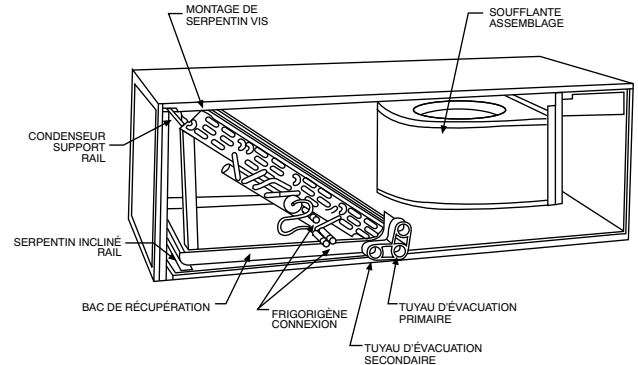

Fig. 4 – Conversion en application horizontale droite A03001FR
1. Retirez le panneau d'accès du ventilateur et du serpentin et le panneau des raccords (Fig. 4).
4. Posez le ventilo-convecteur sur son côté droit et réinstallez le serpentin en orientant le bac de récupération des condensats vers le bas (Fig. 4).